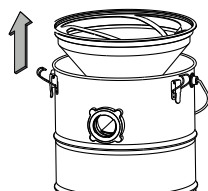

Fig. 11
- Tag forsigtigt forfilteret ud af beholderen (fig. 11).